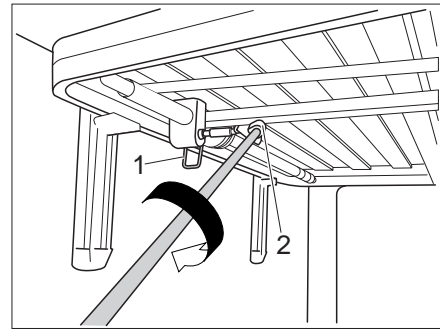

Bild 117 Höhenverstellung
- Sicherungshebel (Bild 117,1) lösen. Das Bett kann jetzt verstellt werden.
- Kurbel in die magnetische Vierkant-Aufnahme (Bild 117,2) schieben. Die Höhe des Bettes kann jetzt verändert werden.
- Kurbel aus der Vierkant-Aufnahme (Bild 117,2) ziehen und in der Halterung aufbewahren.